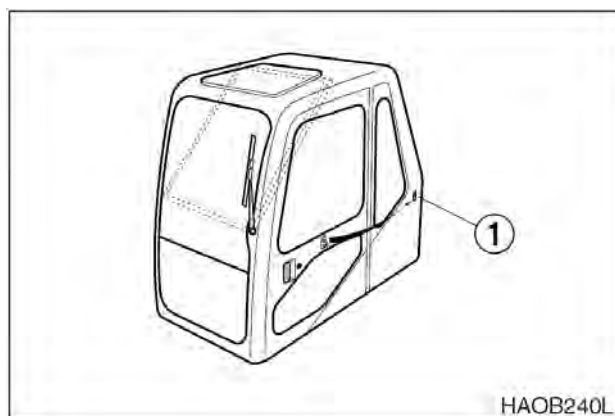

Рис. 117
1. Дверная защелка (1, рис. 117) используется для крепления открытой двери к стенке кабины.